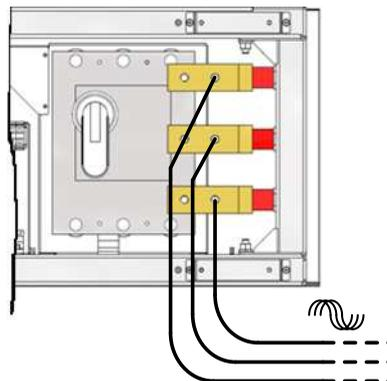
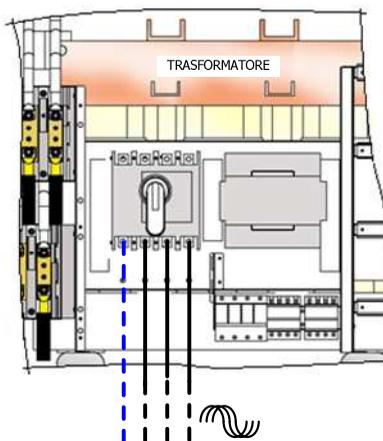

Figura 11-5: Collegamento cavi AC di potenza (versioni con potenza $\geq 275\text{kW}$ o senza Trasformatore)
Figura 11-6: Collegamento cavi AC di potenza (versioni con potenza $\leq 220\text{kW}$)
- Collegare i cavi AC di potenza come indicato nella Figura 11-5 o Figura 11-6.